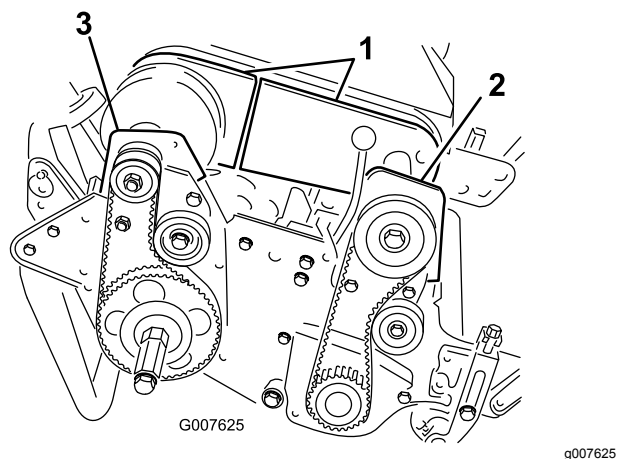

Figura 48
4. Retire los pernos que sujetan las secciones delantera y trasera de la cubierta del diferencial al alojamiento del diferencial, y separe las secciones para dejar expuesta la correa (Figura 48).
6. Retire los 2 pernos y las 2 contratueras que sujetan el alojamiento delantero del embrague a la chapa lateral (Figura 48).
8. Retire los 2 pernos y las 2 contratueras que sujetan el alojamiento del cojinete trasero derecho a la chapa lateral (Figura 48).